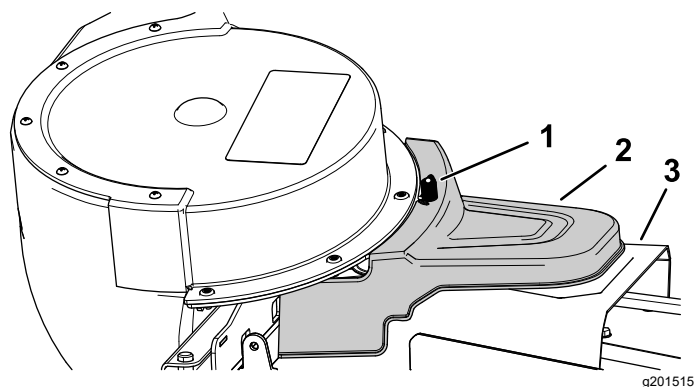

Figura 27
5. Montați capacul sistemului de colectare cu acionare electrică peste capacul curelei și fixați-l prin strângerea butonului (Figura 27).